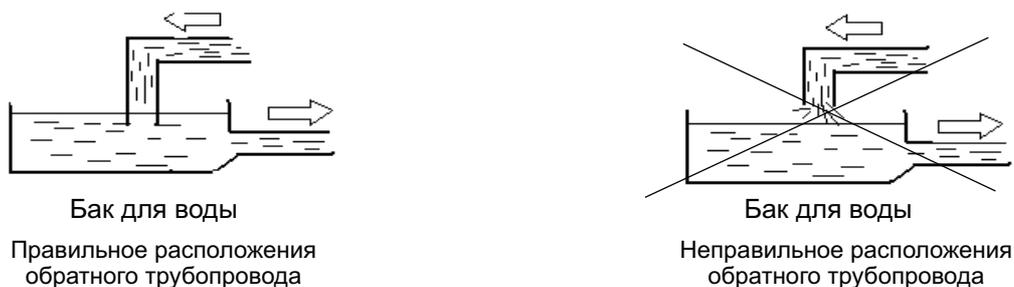

Рис. 3. Расположение обратного трубопровода хладонсителя
- Если используется открытая система циркуляции хладонсителя, то конец обратного трубопровода должен быть погружен ниже уровня хладонсителя в баке, см. рис. 3.